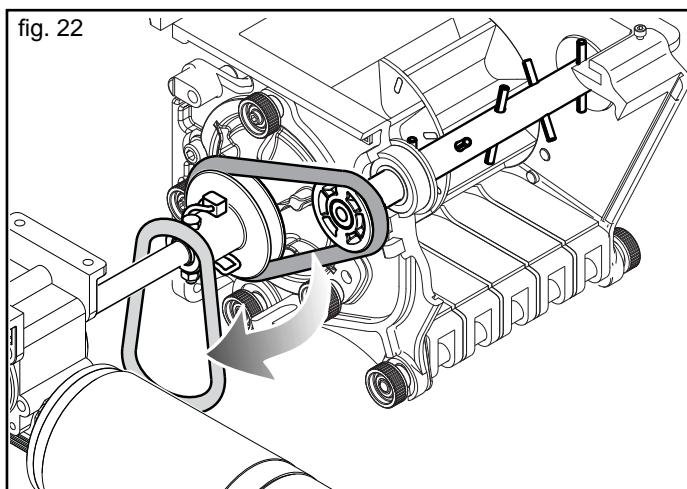

fig. 22
- Zum Abschalten der Ruehrwelle den Rundriemen ueber die Kante der Antriebsscheibe heben und auf der Gegenseite das Dosierrad leicht in Foerderrichtung drehen. Der Riemen springt ab (Abb. 22).